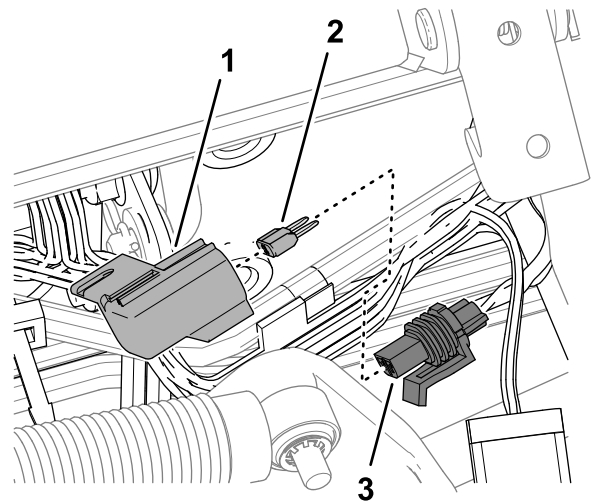

Figura 131
3. Îndepărtați capacul de pe suportul pentru sigurane în linie etichetat 10 A FUSE TELEMATIC PWR (Figura 131).